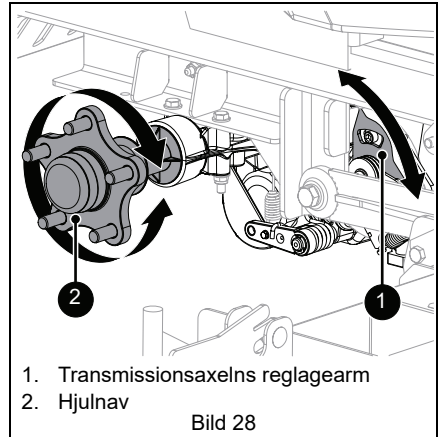

Bild 28
2. Vrid sakta transmissionsaxelns reglagearm i motsatt riktning mot navets rotation tills navet stannar. Se Bild 28.